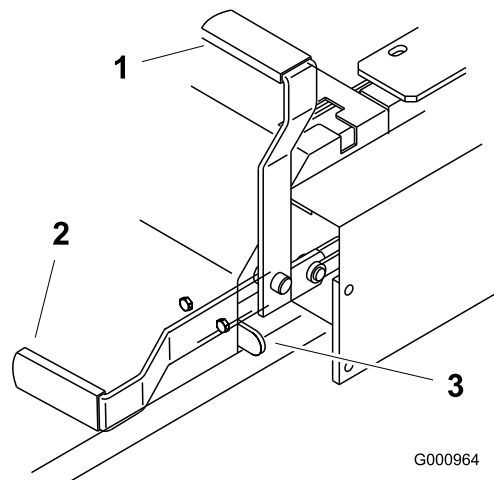

Bild 12
2. Ziehen Sie den Feststellbremshebel nach hinten und oben, um die Feststellbremse zu aktivieren (Bild 12). Der Feststellbremshebel muss fest in der aktivierten Stellung bleiben.
Drücken Sie den Feststellbremshebel nach vorne und unten, um die Feststellbremse zu lösen (Bild 12). Die Feststellbremse ist gelöst und der Hebel liegt am Bremsanschlag.